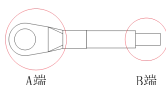

图 3 接线端子示意图
(5) 接地安装：配件 MV810-ECAT02 在配线时，须做接地安装，接地线材须用户自行准备和压接，如图 3。